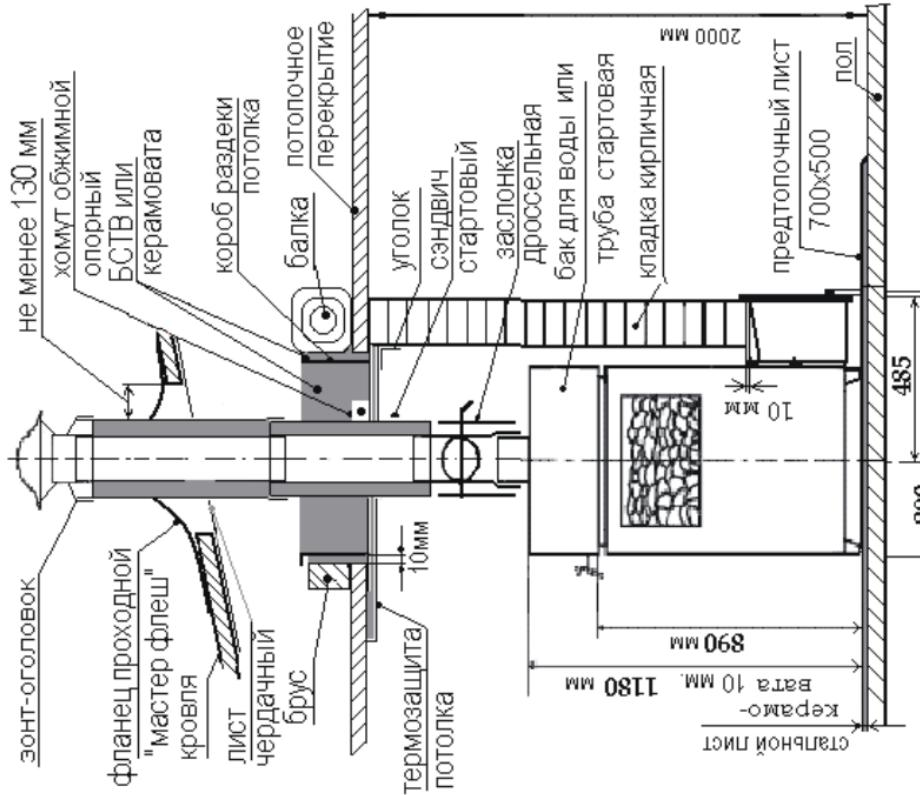

Рис.9 Схема установки печи «Сударушка»
7.7. При сборке дымохода зазоры в местах соединения элементов заполнить жаропрочным герметиком и скрепить обжимными хомутами (см. рис.9).
7.13. Прохождение дымохода сквозь кровлю осуществляется с помощью фланца проходного «мастер флеш», гарантирующего как пожарную безопасность кровли, так и ее гидроизоляцию в месте прохождения дымохода (см. рис.9). Предварительно в кровле, в соответствии с осью дымохода, необходимо сделать отверстие, гарантирующее отступление всех возгораемых элементов кровли от наружной поверхности «сэндвича» на расстояние не менее 130 мм. В зависимости от типа примененного кровельного материала выполнить работы по его сопряжению с установленным «мастер флеш».
7.14. На внутренней стороне кровли в зоне прохождения дымохода установить чердачный лист (см. рис.9).